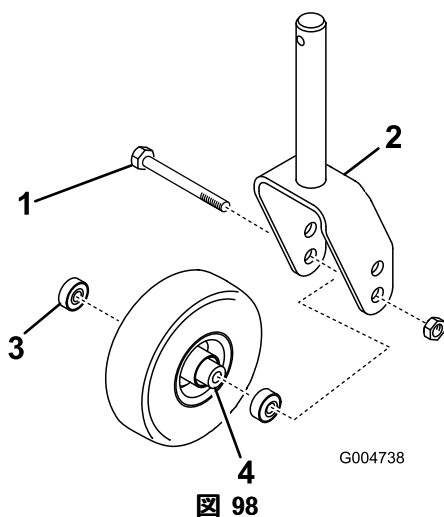

図 98
- Rキャストホイールアセンブリをキャストフォーク(図 98)またはキャストピボットアームに保持しているボルトからロックナットを外す。キャストホイールをつかんでおいて、ボルトをフォークまたはピボットアームから抜き取る。
- ホイールのハブからベアリングを外して、ベアリングスペーサを床に落とす (図 98)。ホイールハブの反対側にあるベアリングを取る。